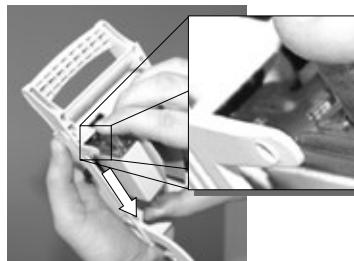

Figura 18
- Mueva un eslabón-fusible a lo largo de la tapa hasta que la traba de eslabones-fusibles lo sujeté (Figura 18);